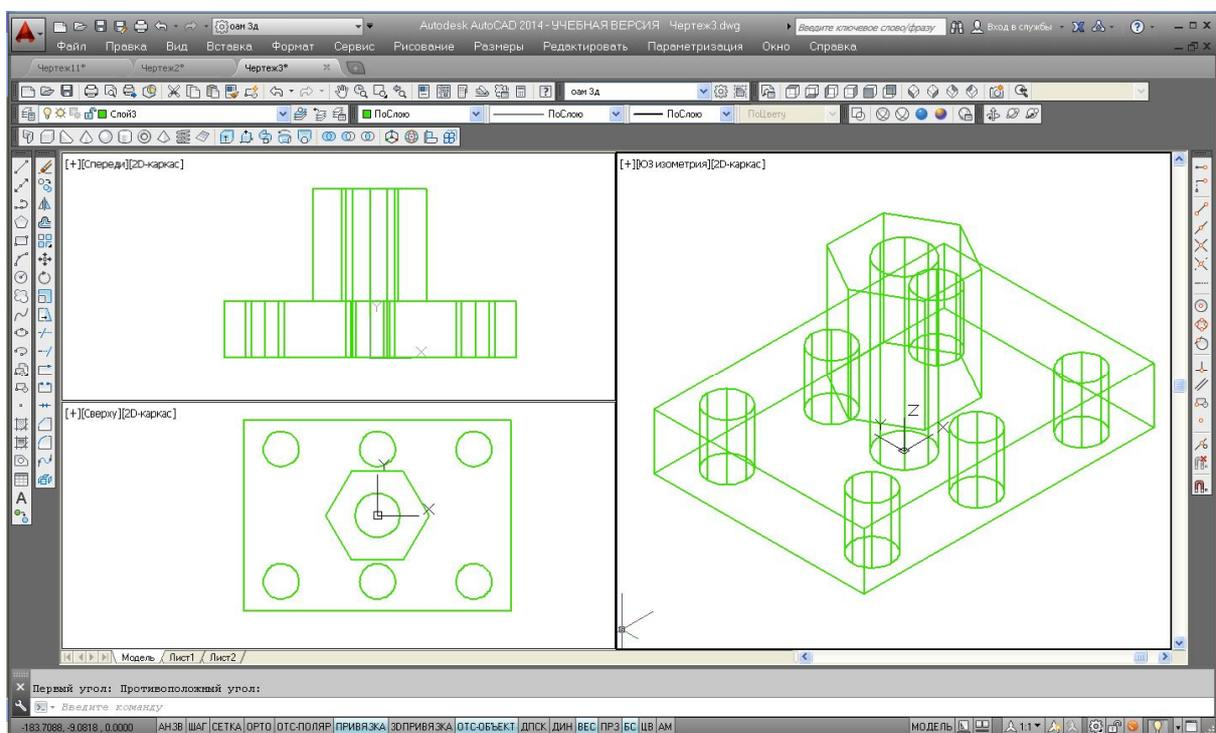

Рис. 80. Построение цилиндра
10. Построить цилиндр радиусом 12 мм и высотой 105 мм с помощью операций **Рисование** → **Моделирование** → **Цилиндр** . Задать центр основания цилиндра в центре основания призмы (рис. 80).